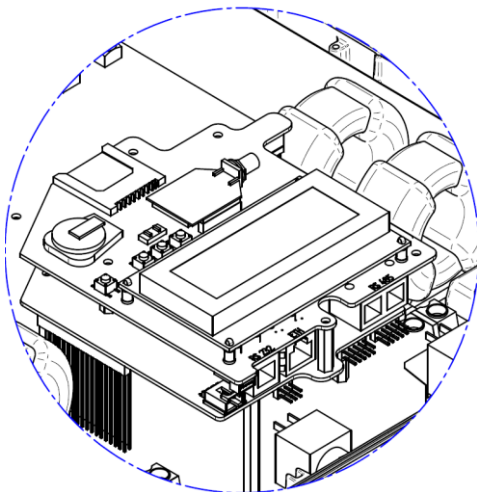

Abbildung 17: Steckverbinder für Ethernet und RS485
- Verbinden Sie den Ethernet-Stecker mit der in Abbildung Abbildung 17 gezeigten integrierten RJ45-Buchse des Wechselrichters.